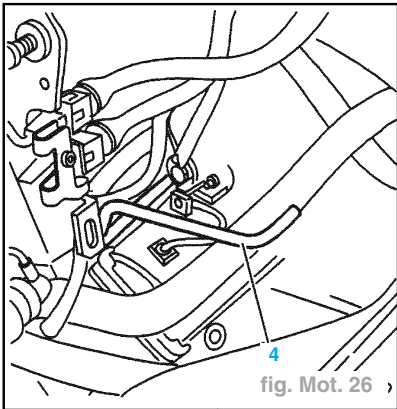

fig. Mot. 26
- Déposer les conduites d'injection (2).
- Tourner le moteur à l'aide de la roue droite, et pincer le volant moteur avec la pince (4) 7017-TR (fig. Mot. 26).
- Tourner le moteur dans le sens normal de rotation jusqu'à ce que la pige (4) 7017-TB s'engage dans le volant moteur (fig. Mot. 26).
- Mettre en place la pige volant moteur (4) (le cylindre n°4 est au point mort haut) (fig. Mot. 26).
- la pige de volant moteur (4) (fig. Mot. 26).